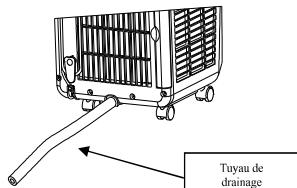

Figure 14
2). Insérez le tuyau de vidange en PVC OD 13 mm, de 8 mm-10 mm dans la sortie d'eau ; (Figure 14)